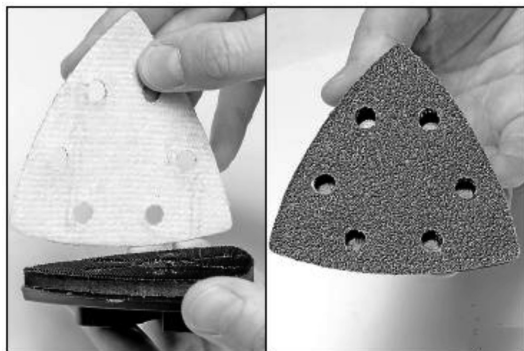

Рис. 8
1. Поместите на основание дельта подошвы абразивный лист, совместив отверстия для пылеудаления на нём и подошве (рис. 8). Прижмите рукой абразивный лист, затем, надавите подошвой на плоскую поверхность (это обеспечит хорошее прилипание и предотвращает преждевременный износ абразивного листа).